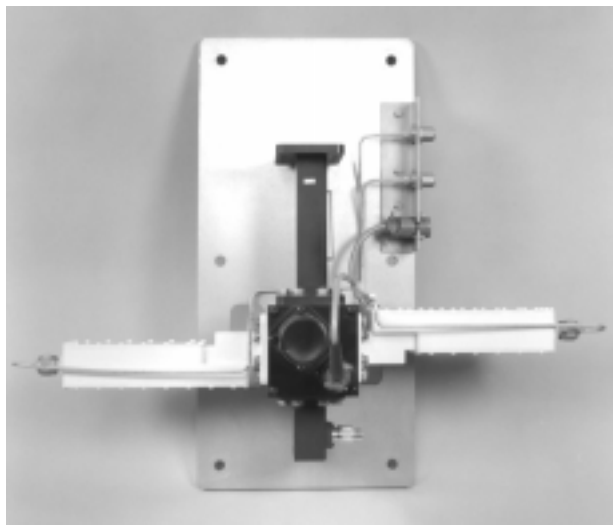

Figure 1-2. 1:1 Redundant LNA Plate
- 1:1 redundant LNA plate (Figure 1-2)